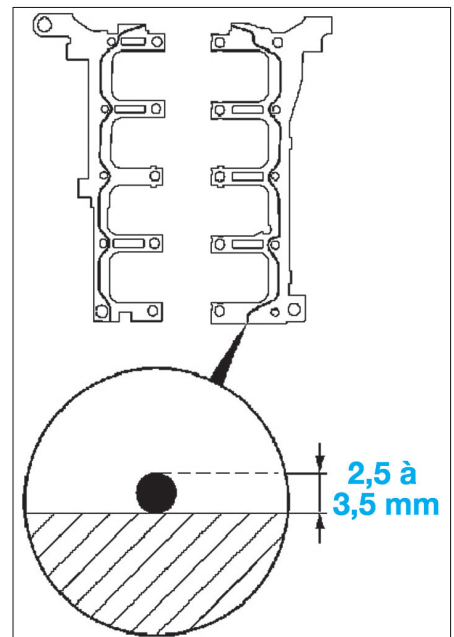

Fig. 59
- Appliquer un cordon de mastic d'étanchéité sur le bloc-cylindres (Fig.59).